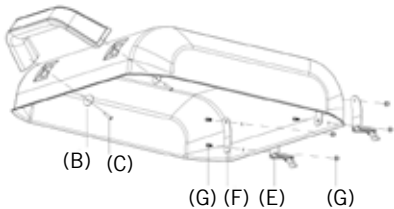

Abb. 10
12. Entfernen Sie die beiden Schrauben ST 4 x 14 (C) und die Unterlegscheiben (B) vom Griff (Abb. 10). Stecken Sie jeweils eine Unterlegscheibe auf die Schraube, setzen Sie diese in die Bohrlöcher und schrauben Sie den Griff fest. Verwenden Sie anschließend zwei Schrauben M 4 x 8 (G) und schieben Sie diese durch die Scharnier-Montageplatten (F) und anschließend durch die Löcher an der Rückseite des Wind- und Spritzschutzes. Halten Sie die Montageplatte an der Wind- und Spritzschutzlinnenseite fest. Führen Sie die Schrauben durch die jeweilige Öffnung des Scharniers (E) wie in Abb. 10 gezeigt. Sichern Sie die Schrauben mit den zugehörigen Muttern.